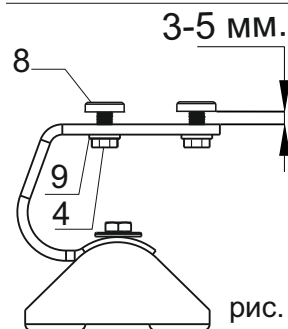

рис. 2
**с.** наживите гайки квадратные[8], используя винты[4], шайбы[9], оставив зазор в 3-5 мм (см. рис. 2).
**е.** соберите опору с поперечиной так, чтобы винты[4] вошли в прорезь, а крепежные пластины[8] оказались внутри трубы[10] (см. рис.2,3).